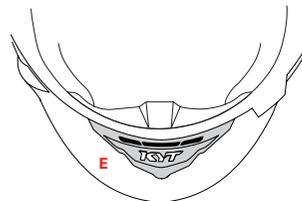

ABBILDUNG 2
Befestigen Sie das freie Ende des Riemen erst nach der Überprüfung der richtigen Spannung des Riemen, indem Sie den Druckknopf an der Lasche schließen (Abbildung 2).
### BELÜFTUNGSÖFFNUNG VORNE KINNSCHUTZ — E — Abbildung 2/3
- Abbildung 2: Belüftungsöffnung, vollständig geschlossen.